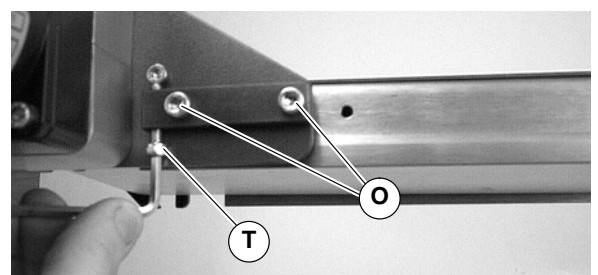

Abbildung 9
- Zahnriemen-Spannschraube (T siehe Abbildung 9) mit 1,7 Nm festziehen.